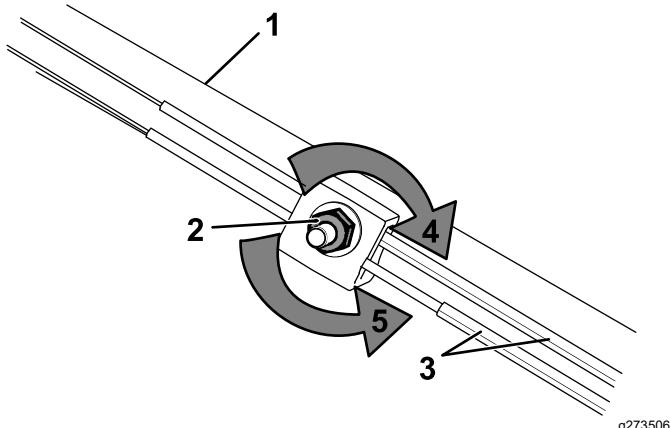

Figure 31
1. Tournez l'écrou de réglage dans le sens antihoraire pour desserrer le réglage des câbles (Figure 31).
2. Ajustez la tension des câbles (Figure 31) en les tirant en arrière ou en les poussant en avant puis en les maintenant à cette position.